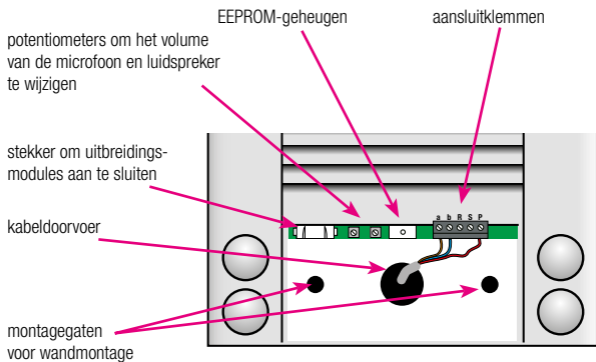

Fig. 2: aansluitklemmen en montagegaten zichtbaar maken
3. Schuif de naamplaat naar onder, zodat de aansluitklemmen zichtbaar worden (fig. 2).
Om de audiobuitenpost uit te breiden met meer bedrukknoppen, sluit je één of meerdere uitbreidingsmodules aan op de audiobuitenpost. Niko raadt aan om uitbreidingsmodules te nemen die even groot zijn als de audiobuitenpost (zie hoofdstuk 6). De uitbreidingsmodules sluit je aan op de audiobuitenpost door de verbindingkabel van de uitbreidingsmodule aan te sluiten op de daarvoor voorziene stekker op de audiobuitenpost (fig. 2 en 3).
Het volume van de microfoon (aan de binnenpost) en de luidspreker (aan de audiobuitenpost) kan geregeld worden met de potentiometers op de printplaat van de audiobuitenpost (fig. 2 en 3). Draaien naar links vermindert het volume, draaien naar rechts verhoogt het volume.